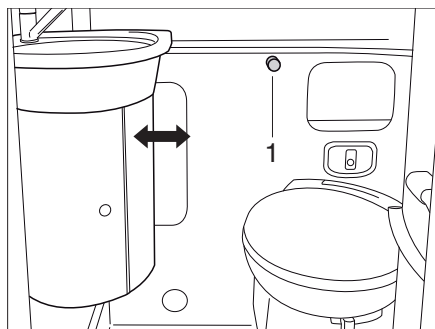

Fig. 274 Lavabo variable
- Girar el botón de cierre (Fig. 274,1) a la izquierda.
- Girar el botón de cierre (Fig. 274,1) a la derecha para bloquear el lavabo.